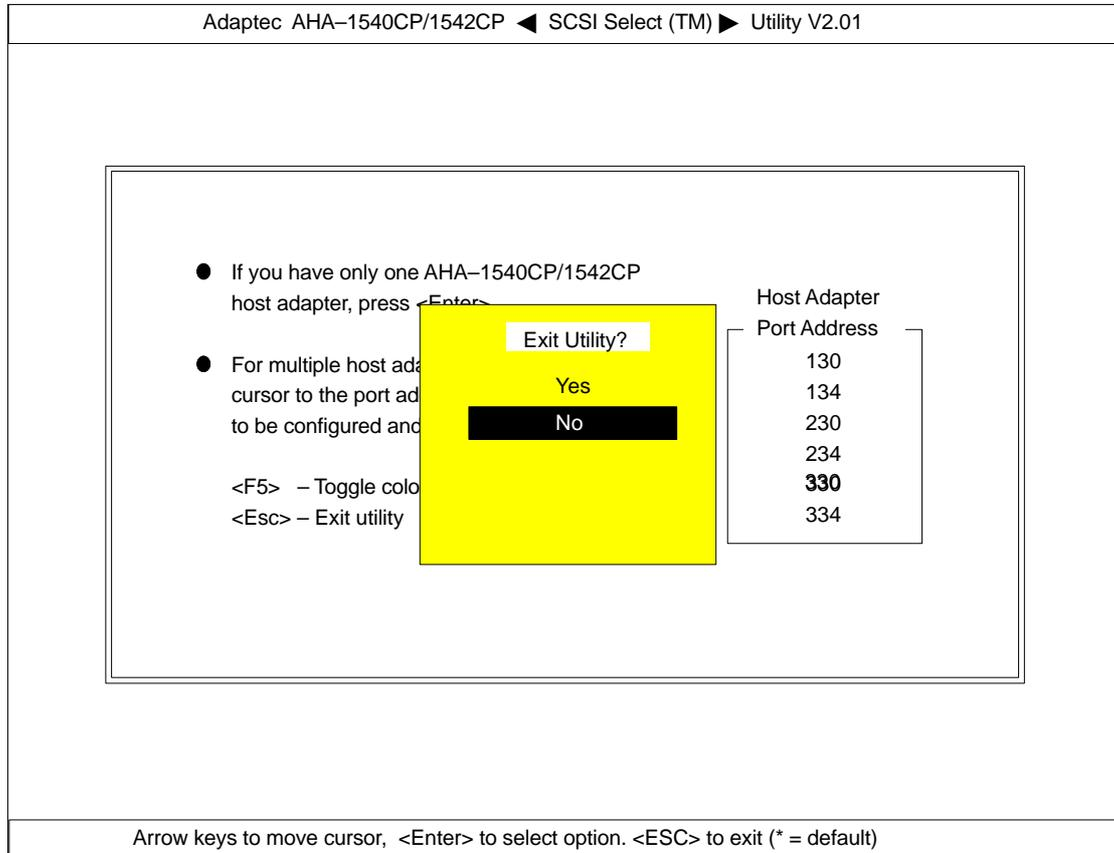

Bild 4.18 SCSI-Select-Menü 4
- Taste <ESC> solange drücken bis folgende Meldung (Bild 4.18) erscheint.